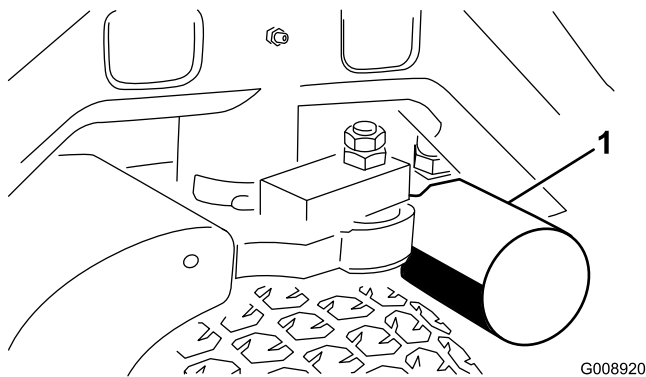
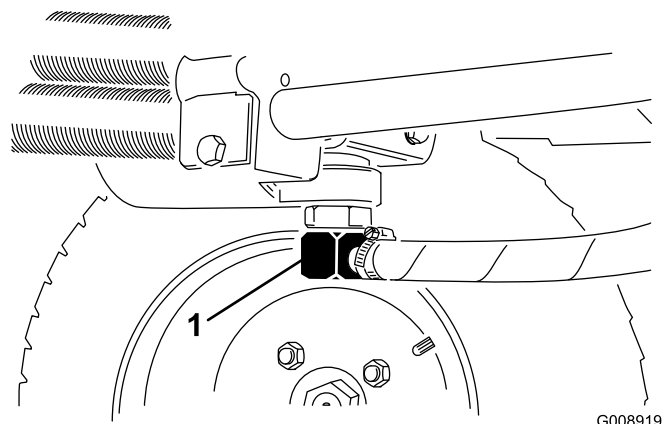

Figure 61
Figure 62
3. Nettoyez la zone autour de la surface de montage du filtre. Placez un bac de vidange sous le filtre (Figure 61) et enlevez le filtre.
2. Débranchez la conduite hydraulique (Figure 62) ou enlevez le filtre hydraulique (Figure 61) et laissez couler l'huile dans un bac de vidange. Rebranchez la conduite hydraulique quand la vidange est terminée.